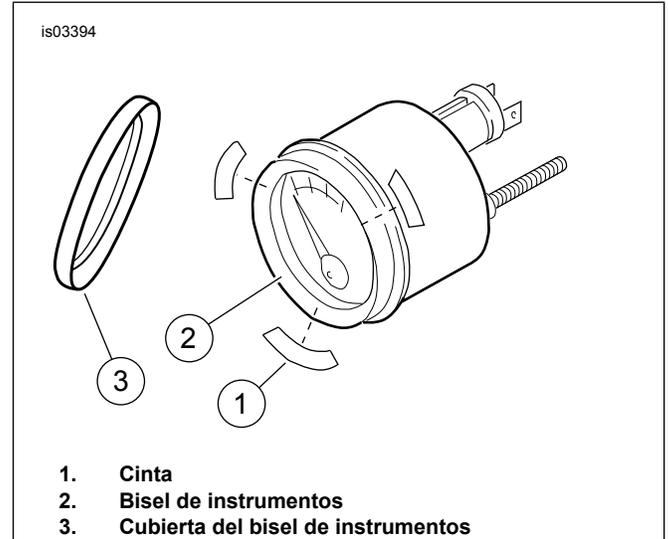

Figura 1. Instalación del bisel cromado de instrumentos
1. Vea la Figura 1. Corte la cinta (1) en seis piezas iguales.